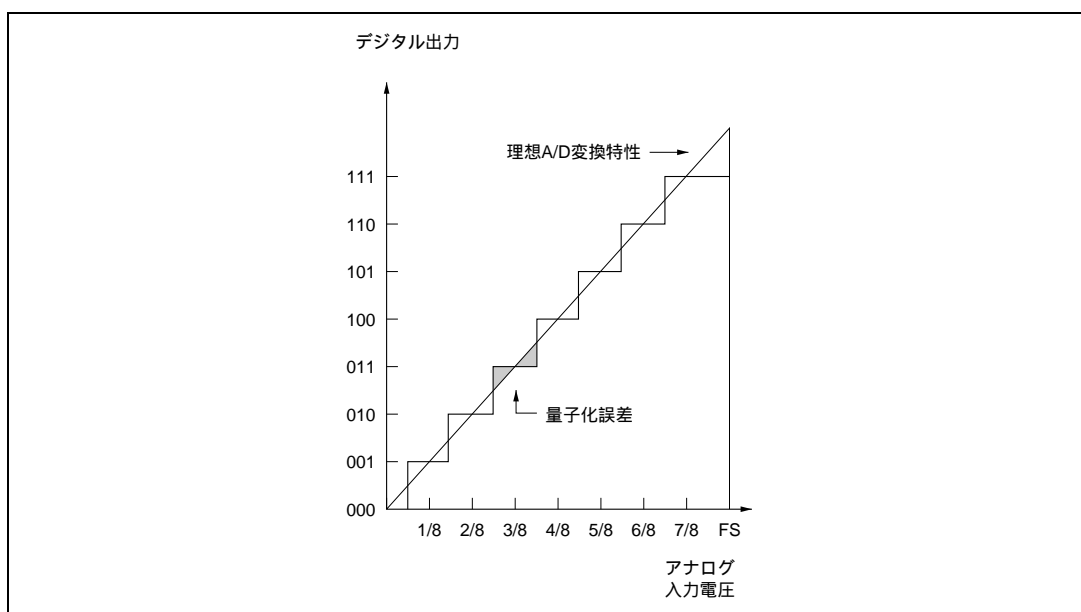

図 15.9 A/D 変換精度の定義 (1)
- 量子化誤差 : A/D 変換器が本質的に有する偏差であり、 $1/2\text{LSB}$  で与えられる (図 15.9)